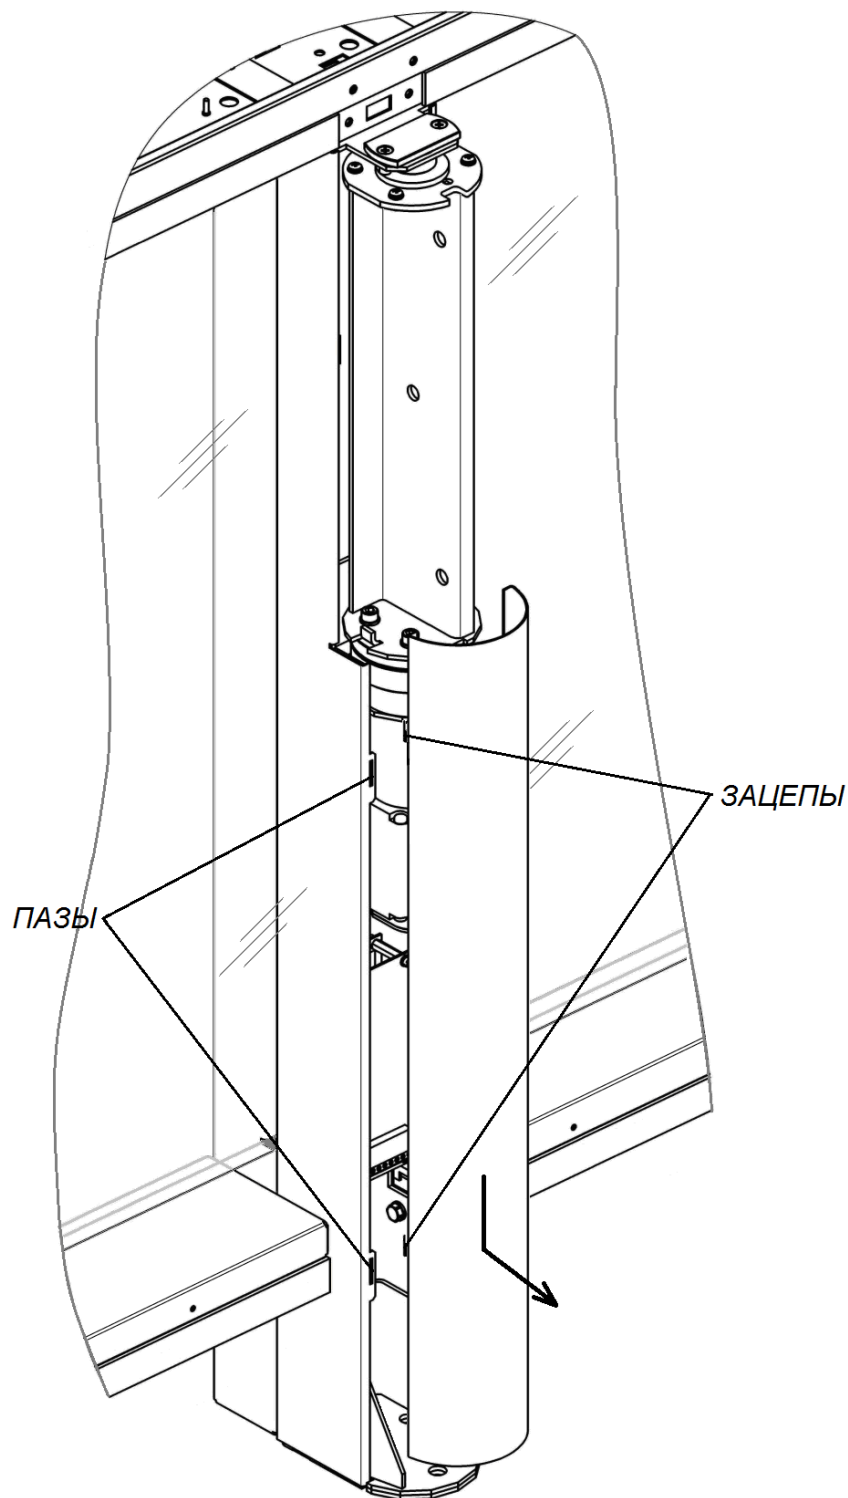

Рисунок 23. Снятие кожуха центральной стойки
22. Распакуйте стеклянные створки (1) и произведите их монтаж (рис. 23, разд. 8.9.3).
23. Установите кожухи створок (4) из комплекта принадлежностей (рис. 23, разд. 8.9.4).
Снятие или установку створки производите вдвоем. Створка к поворотной опоре крепится в трех местах при помощи болтов M10×30, шайб 10, втулок пластиковых и гаек M10 (см. рис. 23). Используйте рожковые ключи S17.
2. Смонтируйте одну из частей кожуха на поворотную опору створки. Для этого оденьте кожух на верхнюю пластину поворотной опоры через пазы в верхней части кожуха, после чего сдвиньте кожух вниз до конца, введя нижний паз кожуха в зацеп, расположенный в нижней части поворотной опоры (см. рис. 23).